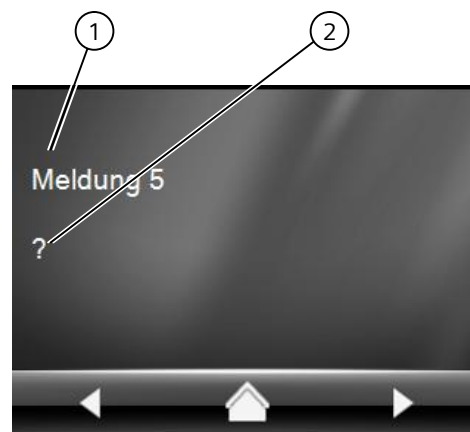

Abb. 29. Meldung bei undefiniertem Zustand (Beispiel)
- Falls die Abfrage des Objektwertes fehlschlägt wird, bis ein entsprechendes Bustelegamm eintrifft, die Meldung für einen undefinierten Zustand ausgegeben. Die Meldung enthält den Kanalnamen als Kopfzeile und ? als Meldungstext (Abb. 29).